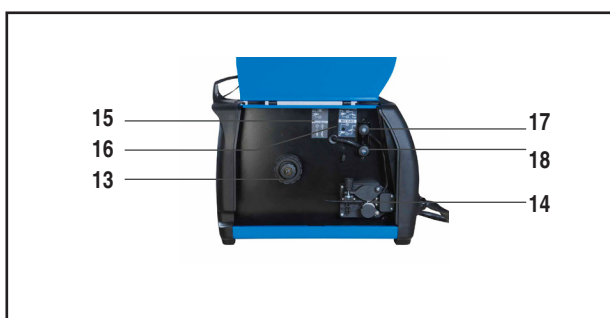

FIG.3
- Connecter la borne du câble de la torche à la prise négative (pos.18-Fig.3) de la plaque de changement de tension à l'intérieur de l'unité.
- Connecter la borne du câble de la torche à la borne positive de la plaque de changement de tension à l'intérieur du poste (rep.17-Fig.3).